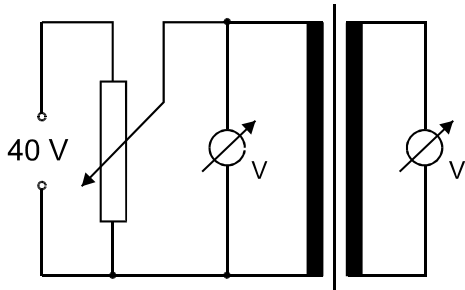

Abb.4 ÜBERSETZUNGSVERHÄLTNIS
Für Aufgabe 1, die Messung des Übersetzungsverhältnisses, wird die in Abb. 4 angegebene Schaltung benutzt. Über ein Potentiometer im Primärkreis kann die Spannung im Bereich von 0 V bis ca. 40 V variiert werden. Das Übersetzungsverhältnis wird aus dem Anstieg der grafischen Darstellung $U_S = f(U_P)$ entnommen (Gl. (2)).